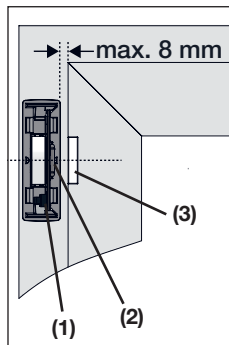
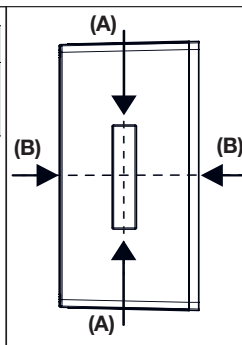
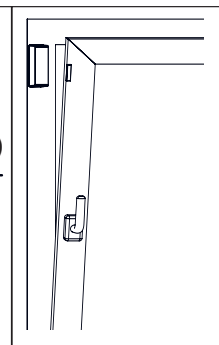

Abb. 2 / Fig. 2
Abb. 3 / Fig. 3
Abb. 4 / Fig. 4
Entfernen Sie die Folie von den Klebestreifen und montieren Sie den Kontaktsensor und Magneten am Fenster. Der Magnet (3) muss an der Seite des Kontaktsensors montiert werden, an der sich der Reedkontakt (2) befindet - siehe Abb. 2. Der maximale Abstand zwischen Kontaktsensor (1) und Magnet (3) darf bei geschlossenem Fenster 8 mm betragen. Montieren Sie den Magneten mittig (A) und auf der Ebene des Kontaktsensors (B) - siehe Abb. 3. Die Montageposition des Kontaktsensors und Magneten ist so zu wählen, dass auch das Kippen des Fensters sicher erkannt wird (siehe Abb. 4). Die Reichweite des b@home-Kontaktsensors ist in starkem Maße von den räumlichen Gegebenheiten abhängig. So wird die Reichweite durch armierte Wände, Decken sowie metallische Gehäuse und Montageflächen verringert. Informationen zur optimalen Positionierung der b@home-Komponenten finden Sie im b@home-Handbuch unter <https://alre.de/de/service/download/>
Remove the film from the adhesive strips and fit the contact sensor and magnet on the window. The magnet (3) must be fitted on the side of the contact sensor where the Reed contact (2) is located - see Fig. 2. The maximum distance between contact sensor (1) and magnet (3) with window shut is 8 mm. Fit the magnet centrally (A) and at the level of the contact sensor (B) - see Fig. 3. The mounting position of the contact sensor and magnet should be selected such that tilting of the window is also reliably detected (see Fig. 4). The range of the b@home contact sensor is highly dependent on